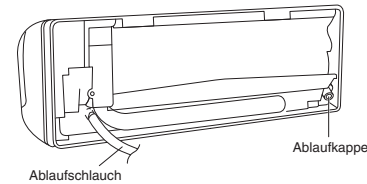

Abb. 3-64
- (a) Ablaufschlauch und -kappe ausfindig machen. (Abb. 3-64)
- (b) Die den Ablaufschlauch an der rechten Seite haltenden Schrauben herausdrehen und den Schlauch abziehen. (Abb. 3-64)